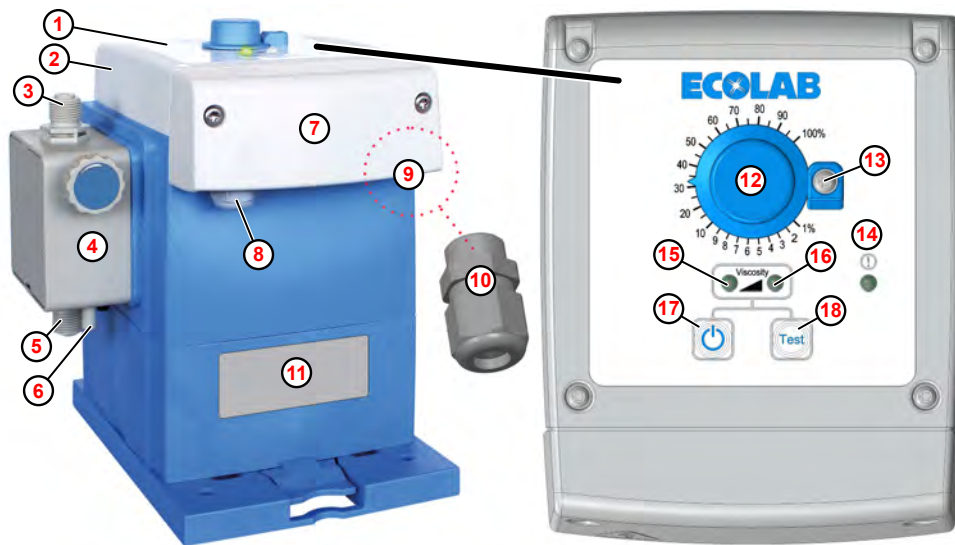

Abb. 1: Aufbau, Bedienelemente und Kabeldurchführungen EcoPro
Für den Kabelanschluss des Freigabesignals, liegt der Pumpe eine Verschraubung (M12 x 1,5) bei (Abb. 1, ⑩).